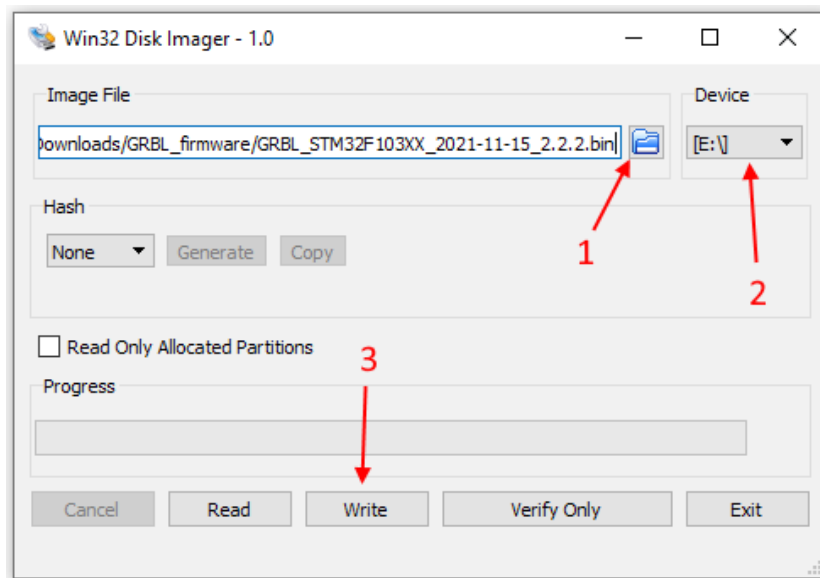

Рисунок 10: Обновление прошивки в Win32DiskImager
- Запустите программу Win32DiskImager. В поле *Image File* укажите путь к bin-файлу новой прошивки контроллера, в выпадающем списке *Device* укажите соответствующий Вашему контроллеру идентификатор устройства (рис. 10).